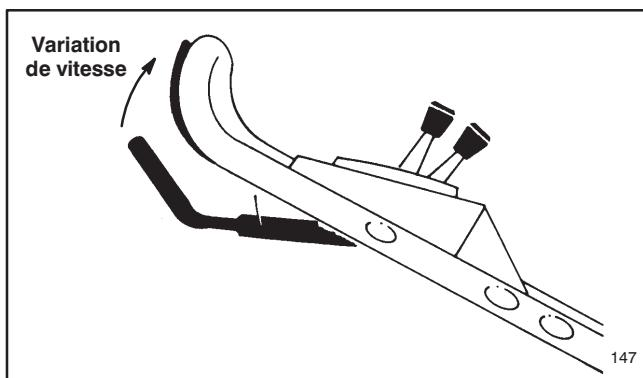

Figure 12
5. COMMANDE DE LA TRACTION—Placer le sélecteur de vitesse dans la position désirée, et serrer la barre de commande vers le mancheron pour avancer. La vitesse d'avance peut être modulée en augmentant ou en réduisant la distance entre la barre de commande et le mancheron. (Fig. 12).